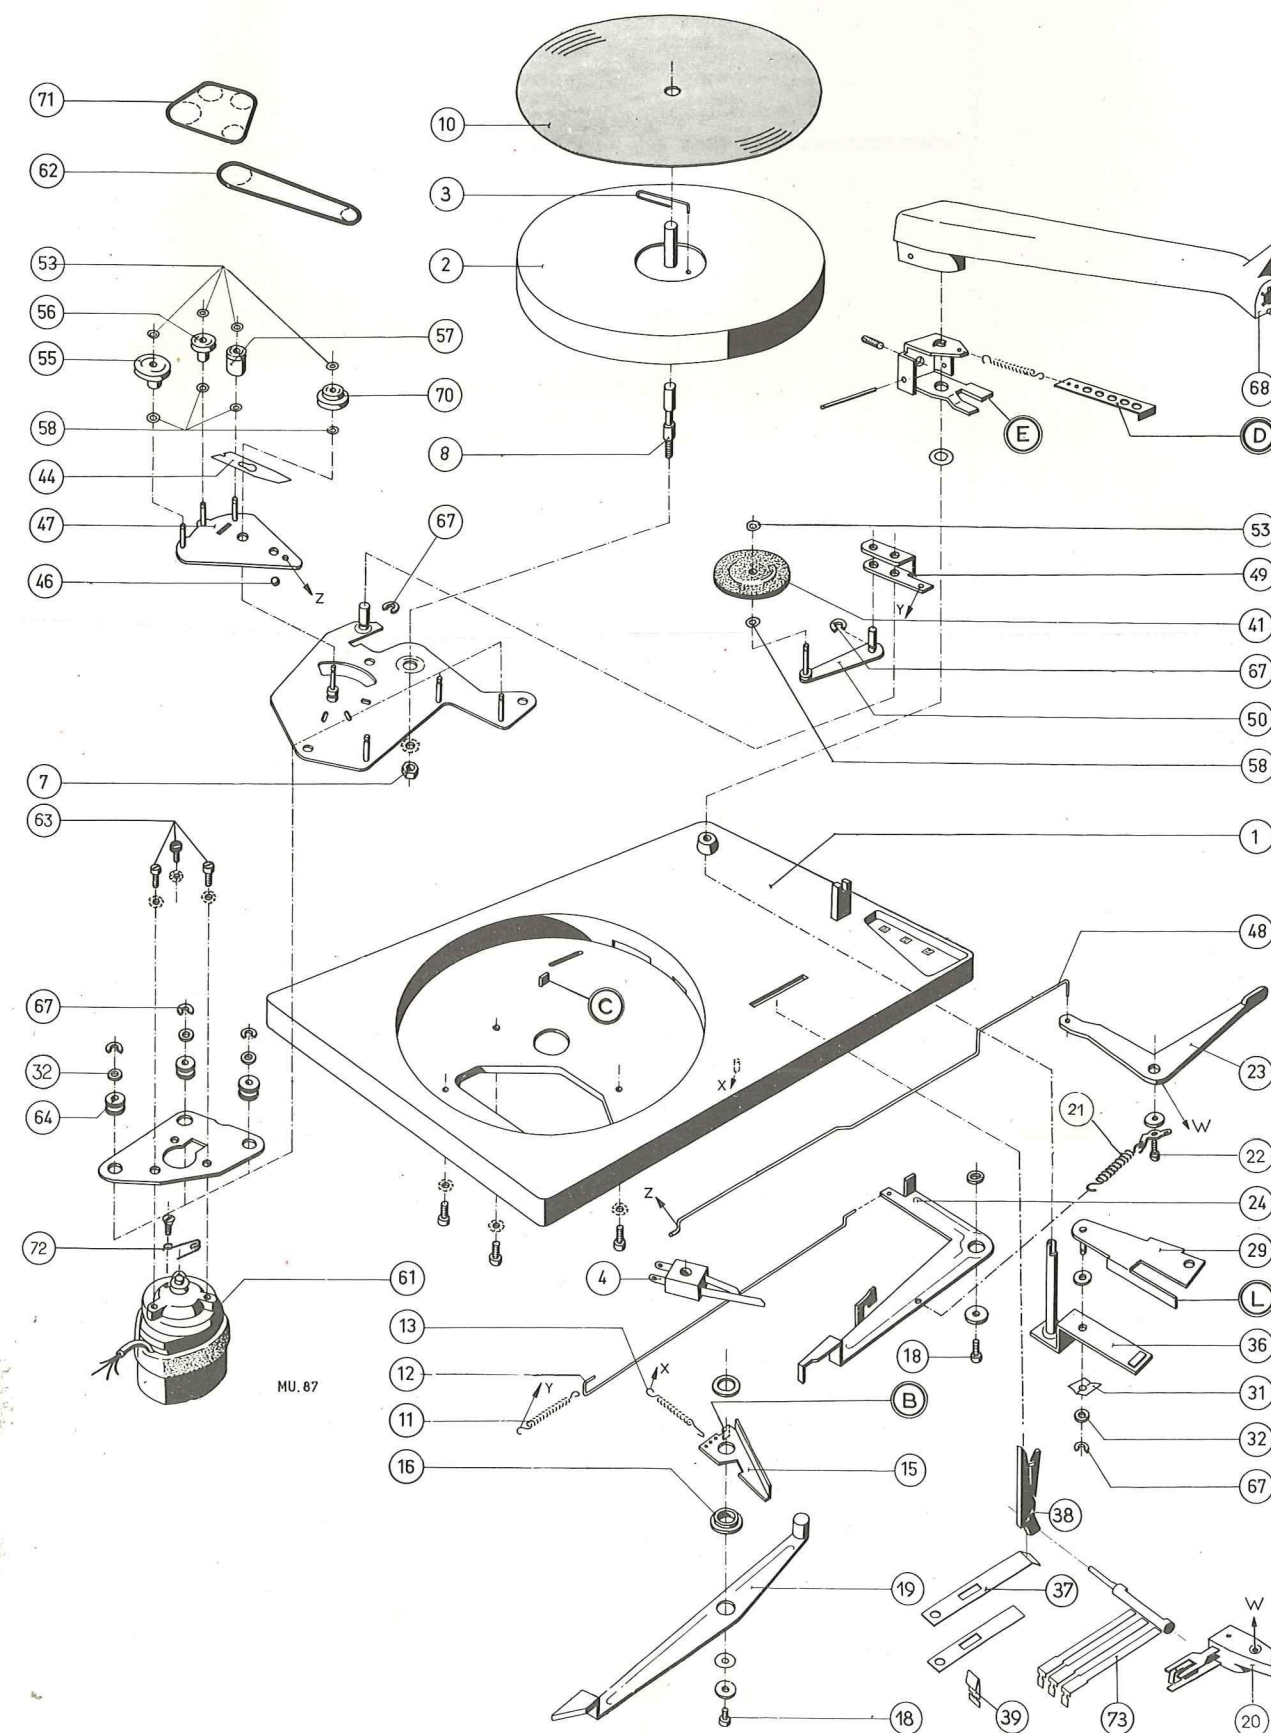

FIG 1
— Le réglage s'effectue en tordant la patte E de l'étrier du bras (fig. 1).
— Le réglage s'effectue en déplaçant la bande perforée D (fig. 1).
Le palpeur 19 doit se trouver en butée contre le bossage C situé dans la cuve de la platine et contre la languette repliée B du rochet 15 (fig. 1).
a) La force nécessaire pour déplacer le secteur mobile 29 mesurée à l'extrémité de la languette L ne doit pas excéder 3 g. (fig. 1).